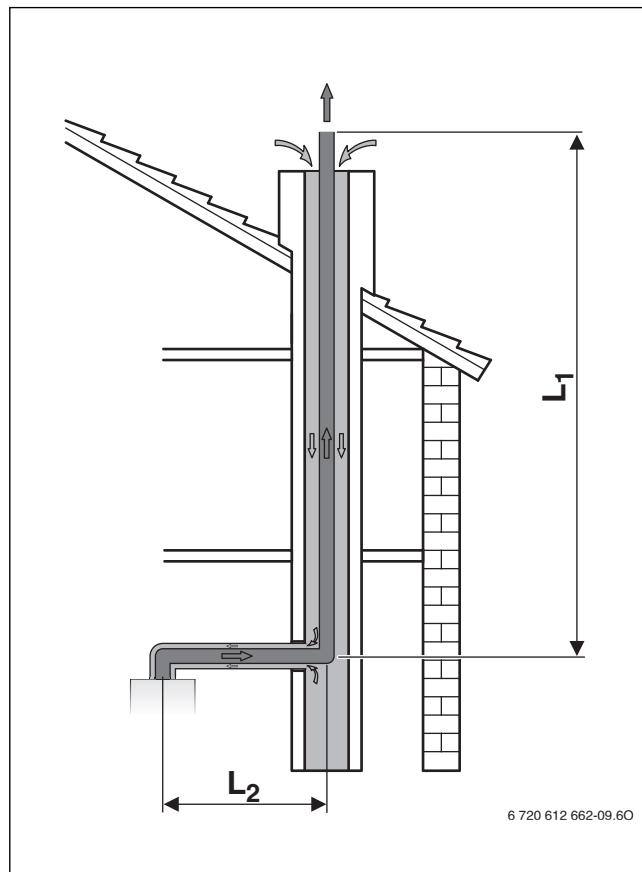

Fig. 17 Configuration C₉₃
- Si l'air de combustion est alimenté par le conduit à contre-courant (→ fig. 17 et 18), le conduit doit être nettoyé.